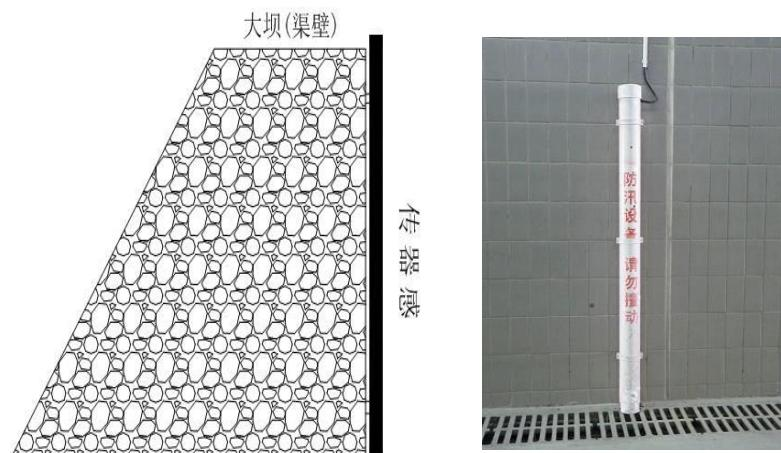

图 3.1 垂直安装
**垂直安装（吊装）：**如图 3.1 所示，将电子水尺垂直于地面安装。